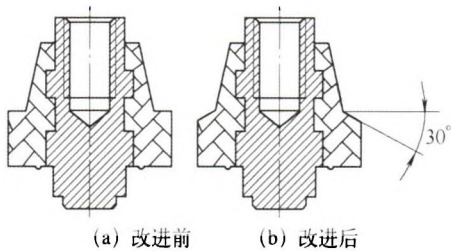

图4 端钮结构改进
2) 虽然裂纹没有出现在端钮直角支撑点上，但由于壳体变形区与传力区的分界面位置变化，为避免裂纹转移到端钮直角支撑处，直接对端钮结构进行更改，去掉端钮支撑的直角，由 90° 更改为 30° 倒角（见图4）。